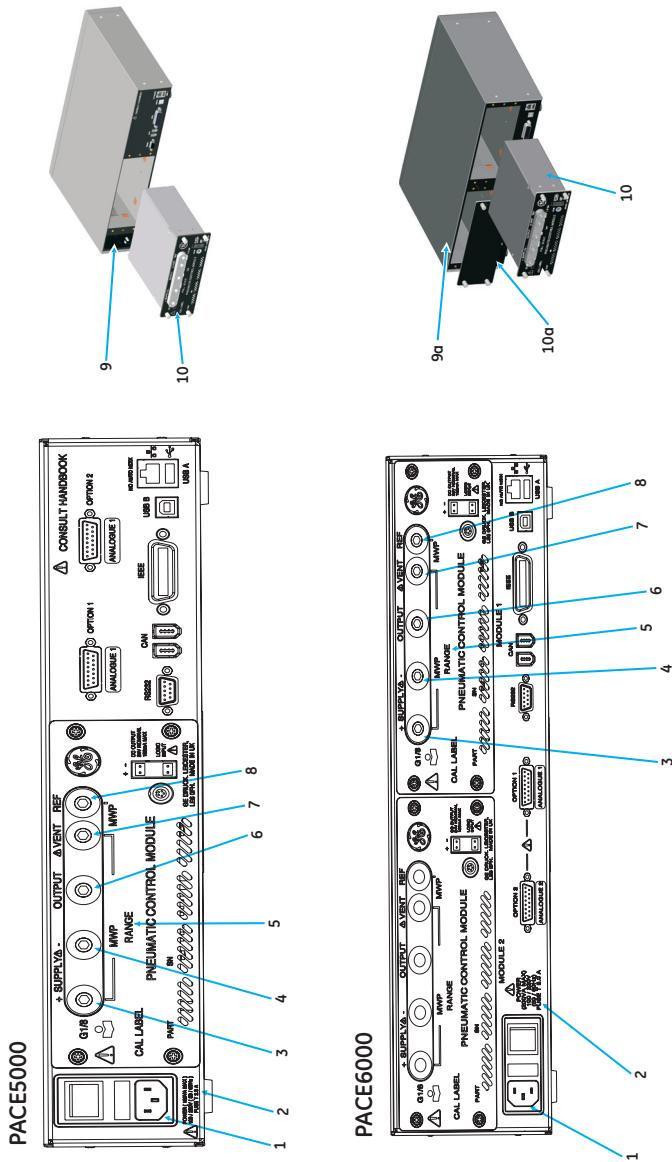

Figura 1
Legenda da Figura 1
- Não aplique pressões superiores à pressão operacional máxima (MWP) especificada no painel posterior (Ref: Figura 1, Item 5).
- Não aplique potência elétrica superior a valores máximos especificados no painel posterior (Ref: Figura 1, Item 2).